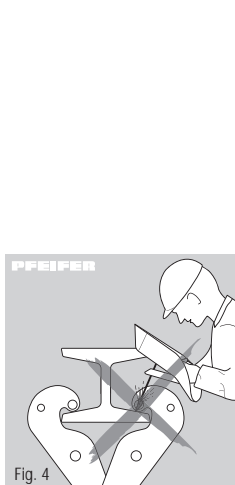

Fig. 4
- Tout travail de soudure au niveau de la pince à poutre est interdit (Fig. 4).